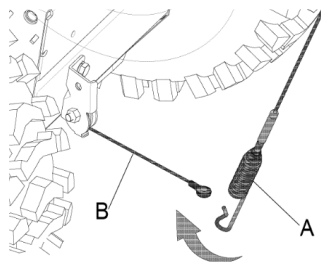
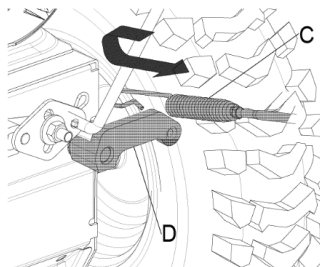

Рис.3
Рис.4
Соедините левый трос (A) панели управления с тросом (B) коробки передач (рис.3)(Fig.4B). Соедините правый трос (C) панели управления с суппортом (D) (Рис. 4)